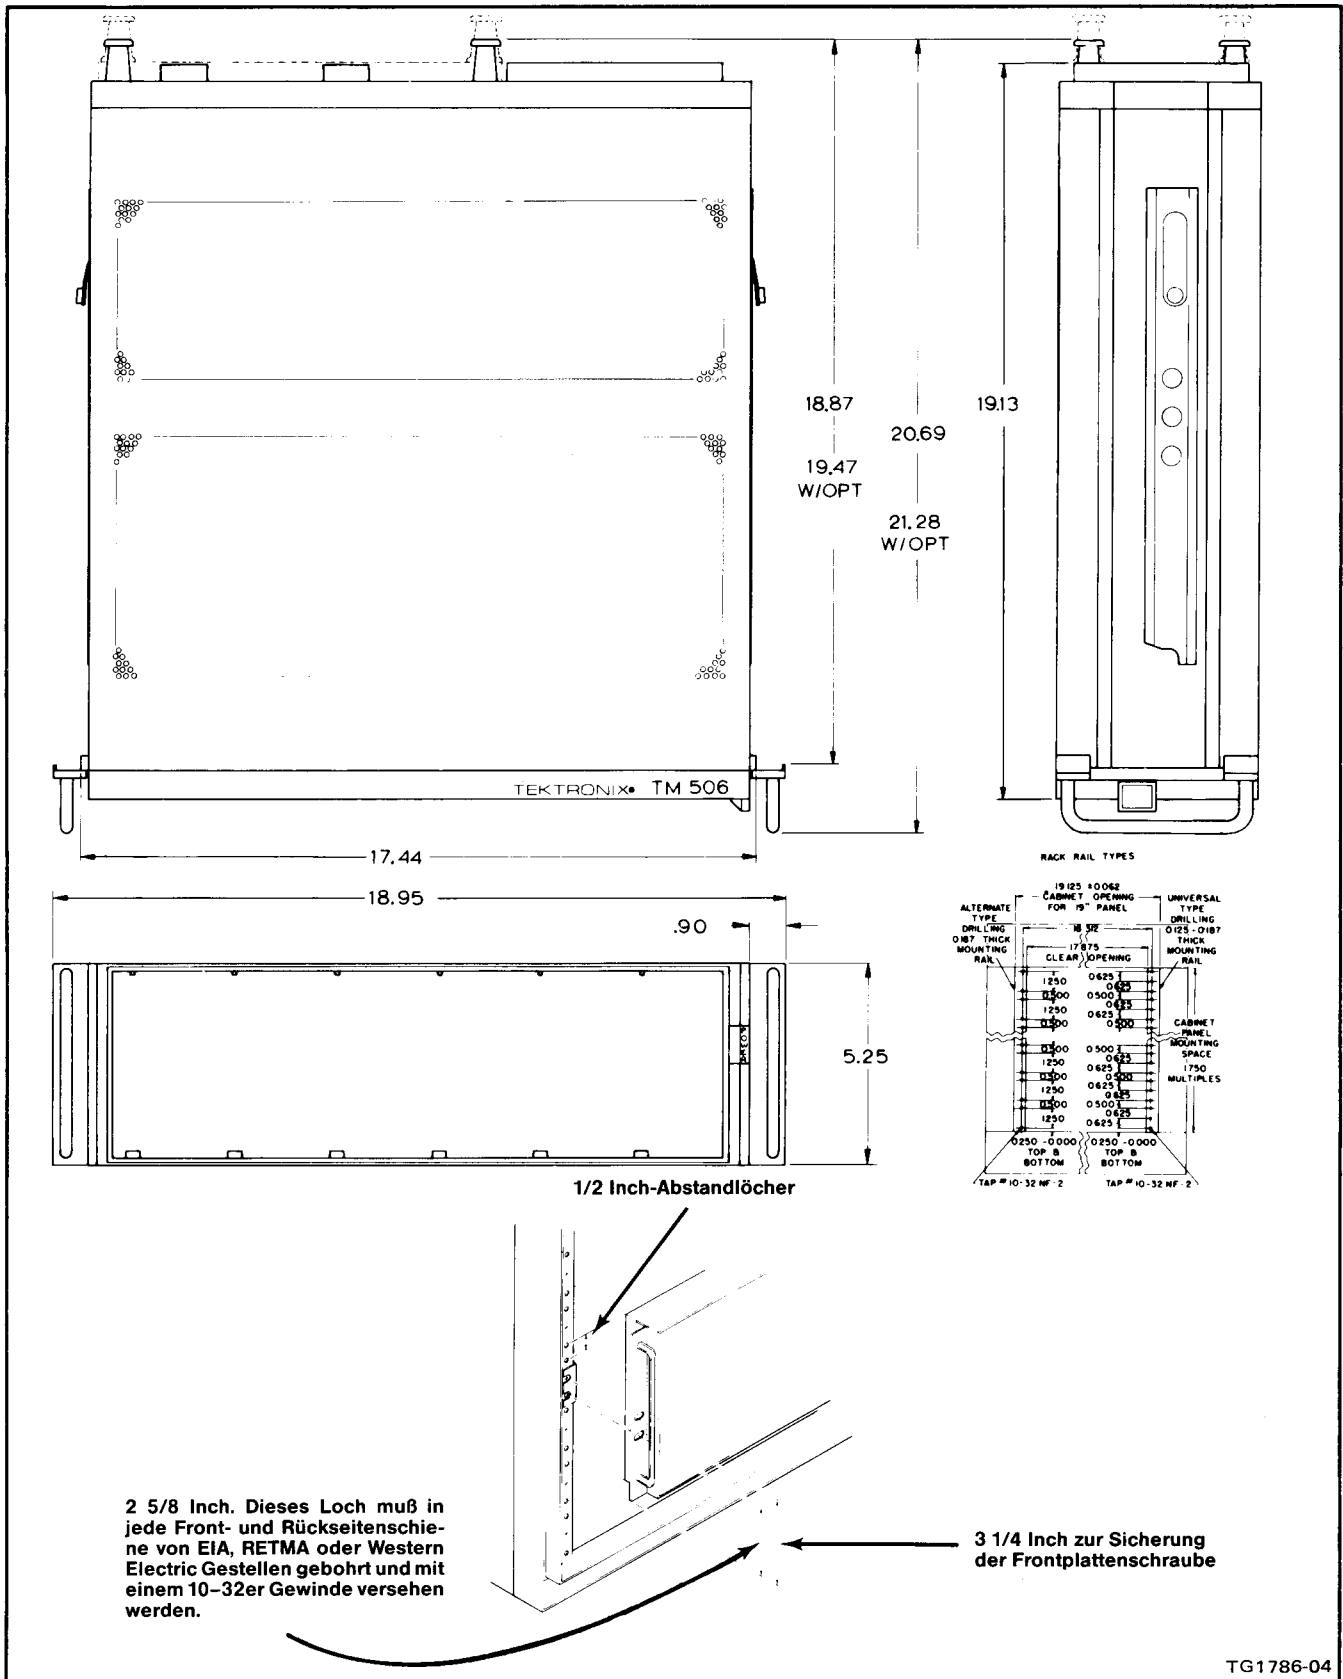

Abb. 2-3. Bemaßungsbezeichnung
Pour que le panneau avant de l'appareil soit bien ajusté sur la baie, l'espacement des trous doit être standard. Sinon, un trou doit être percé et taraudé pour une vis 10-32, voir figure 2-3. A l'aide des pièces (non fournies) indiquées figure 2-3, fixer de manière sûre le TM 506 sur les rails frontaux de la baie.
1. Zum Einbau des Gerätes über oder unter einem anderen Gerät im Gestell, sind die entsprechenden Löcher auf den Frontschienen des Gestells zur Befestigung der stationären Teile zu verwenden (siehe Abb. 2-3)
(Siehe Abb. 2-3) Zur Sicherung des TM 506 sind Klein-teile wie in Abb. 2-3 dargestellt (nicht mitgeliefert) zu verwenden.